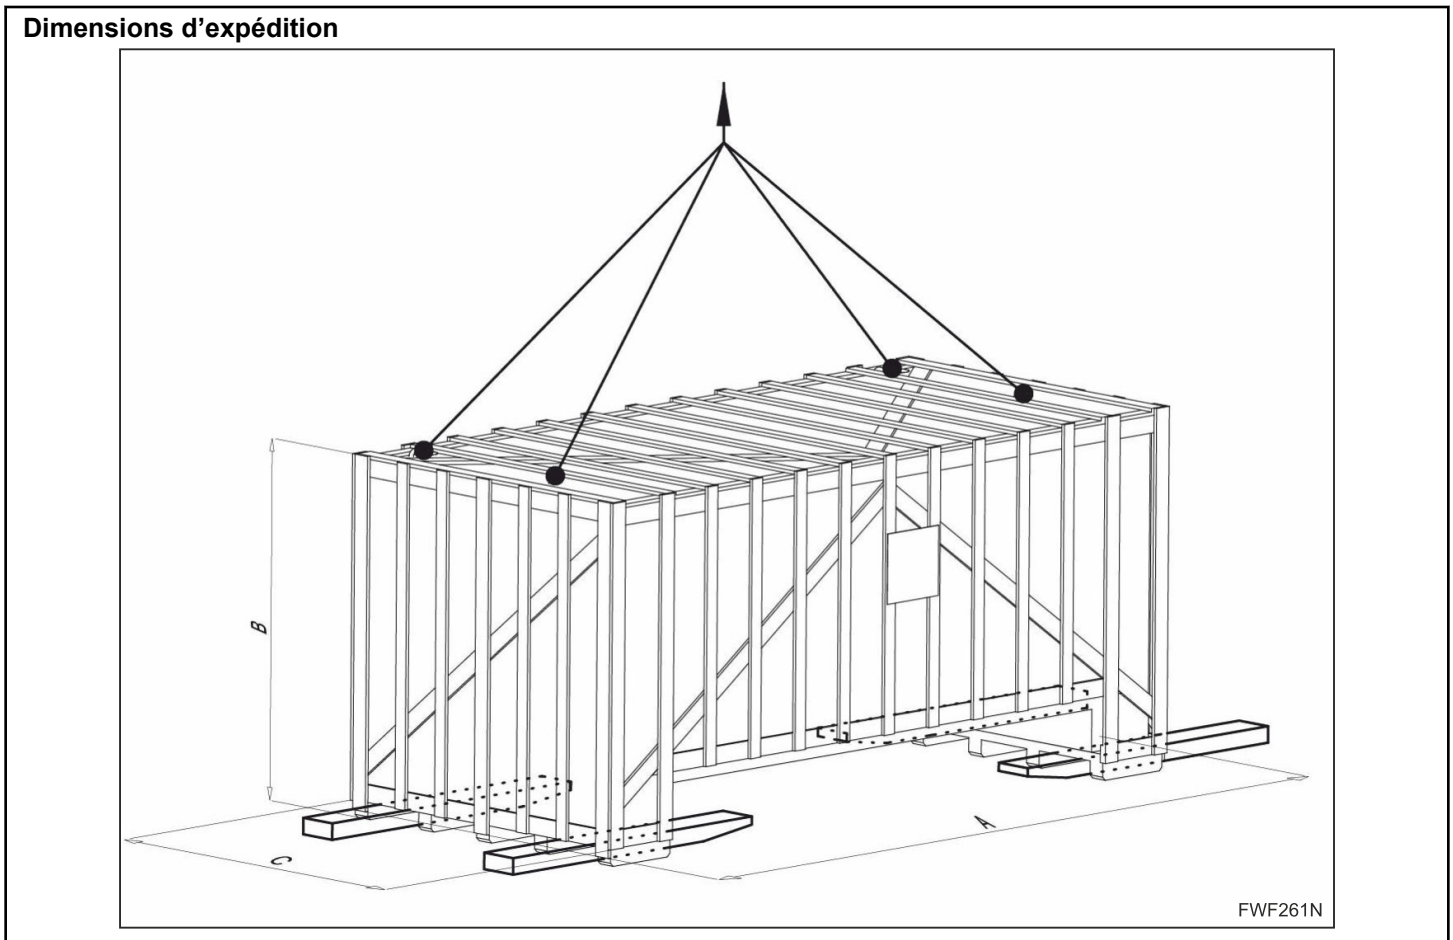

Figure 17
- L'appareil emballé peut être transporté à l'aide d'un chariot élévateur, d'un transpalette ou suspendu – voir *Figure 17*.
- Au cas où le transport est effectué avec les fourches depuis le côté avant (non représenté en *Figure 17*), il est conseillé d'insérer les fourches en position depuis le côté arrière de la machine en raison du centre de gravité de la machine.
- Tous les passages et espaces à travers lesquels la machine doit être transportée durant l'installation doivent avoir des dimensions suffisantes qui conviennent aux dimensions de la machine dans son emballage, *Figure 17* et aux paramètres de poids - *Tableau 6*, *Tableau 7*.